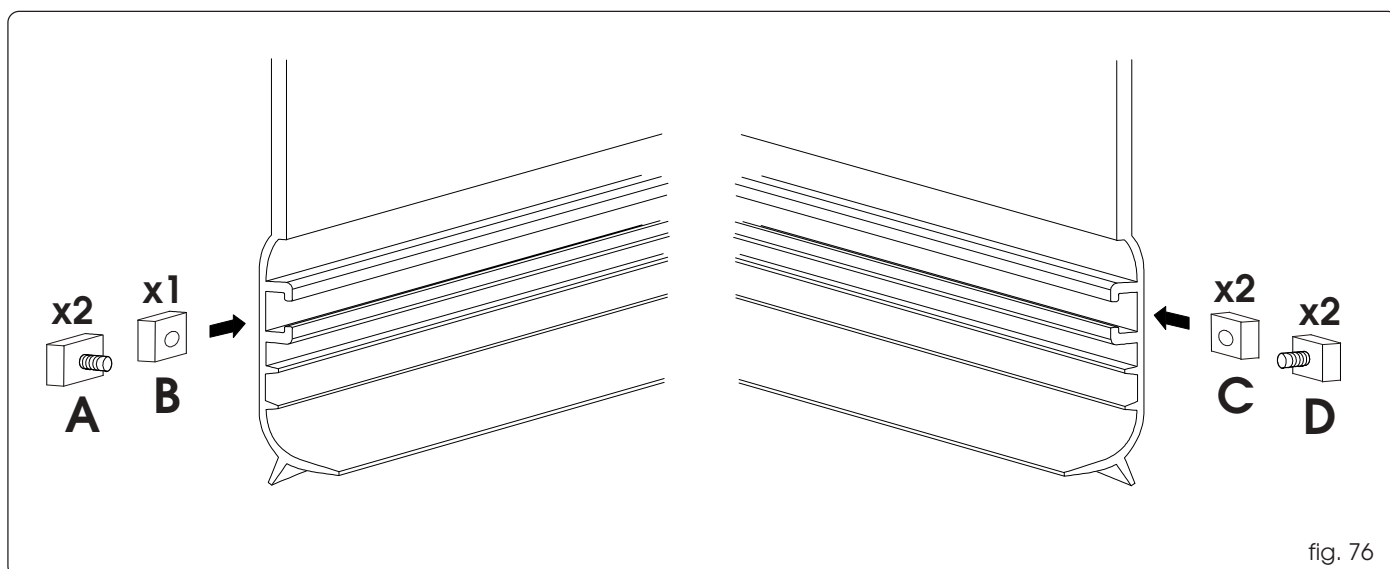
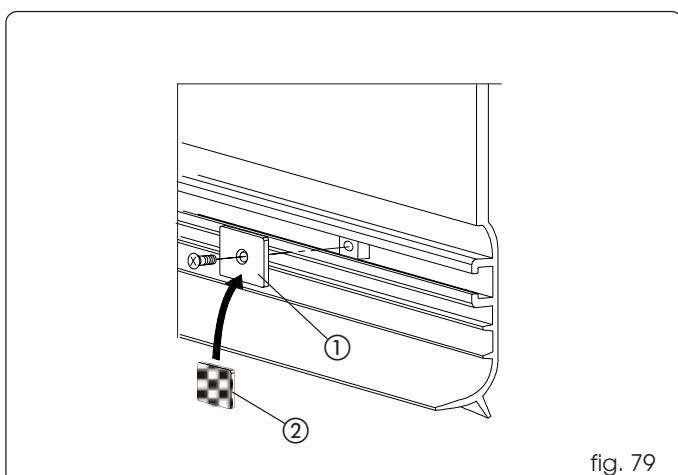
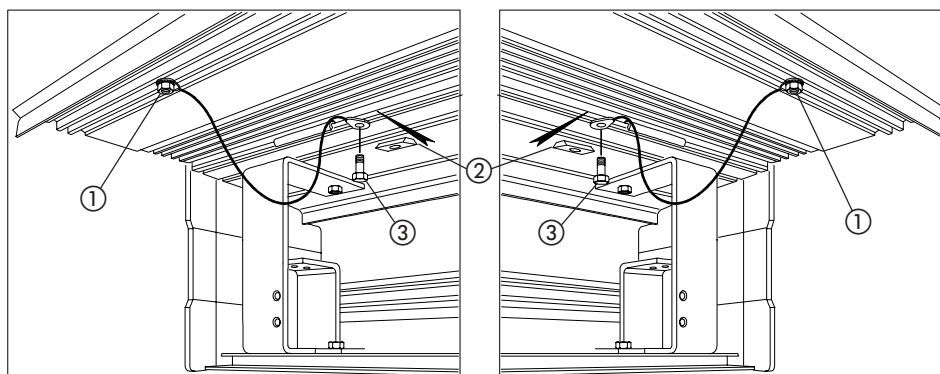
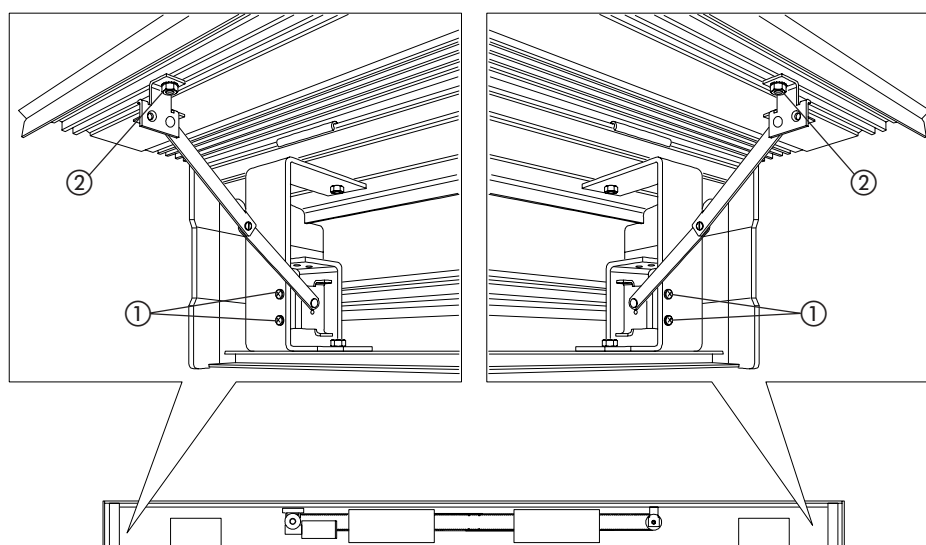

fig. 76
fig. 79
fig. 80
fig. 81
Fig. 76 rif. A: n° 1 per cavo paracadute e n° 1 per leva articolata di sostegno carter.
Fig. 76 rif. B: n° 1 per piastrino fissaggio carter.
Fig. 76 rif. C: n° 2 per piastrino fissaggio carter.
Fig. 76 rif. D: n° 1 per cavo paracadute e n° 1 per leva articolata di sostegno carter.
Posizionare le piastre metalliche di bloccaggio (fig. 79 rif. ①) sul carter, in corrispondenza delle staffe, utilizzando i 3 piastrini predisposti precedentemente (fig. 76 riferimenti B e C) e le viti in dotazione. Solo nel caso di utilizzo degli accessori di fissaggio carter standard applicare il velcro sulle piastre metalliche (fig. 79 rif. ②).
Fissare un occhiello dei cavi paracadute ai tiranti M5 precedentemente predisposti (fig. 76 riferimenti A e D) sul carter di chiusura. Bloccare gli occhielli con il dado in dotazione (fig. 80 rif. ①).
Inserire due piastrini nella sede del profilo di sostegno (fig. 80 rif. ②) e bloccare il secondo occhiello con la vite in dotazione (fig. 80 rif. ③).
Fissare le due leve di sostegno carter alle staffe supporto carter più esterne utilizzando le 4 viti in dotazione (fig. 81 rif. ①). Posizionare le due leve di sostegno sui due tiranti M5 più esterni precedentemente predisposti (fig. 76 riferimenti A e D) e bloccarle con i dadi in dotazione (fig. 81 rif. ②).